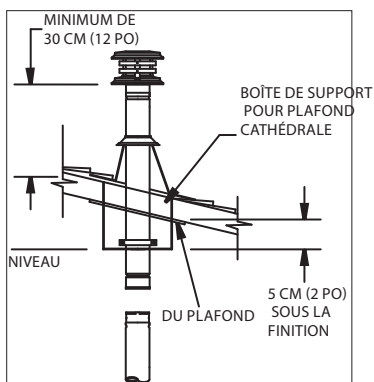

Figure 22
**9.** Raccorder le nombre nécessaire de sections de tuyau pour atteindre le poêle et faire en sorte que le chapeau dépasse le toit d'au moins 30 cm (12 po) (Figure 22).